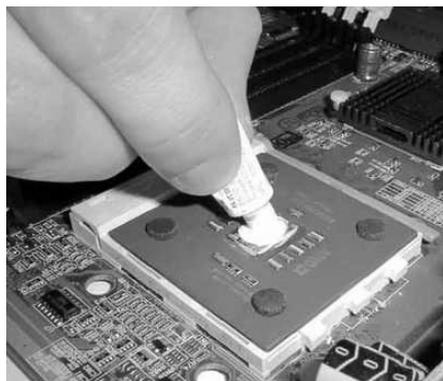

图 2-6 涂散热硅胶
④ 在 CPU 的核心上涂上散热硅胶，不需要太多，涂上一层就可以了，主要的作用就是和散热器能良好地接触，CPU 能稳定地工作，如图 2-6 所示。